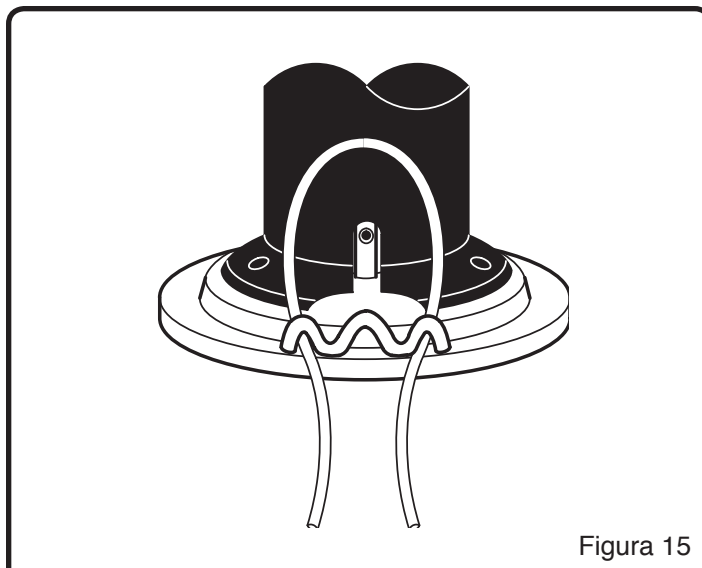

Figura 15
4. Enhebrar los extremos del hilo nuevo a través de los bucles laterales. (Véase la Figura 15)